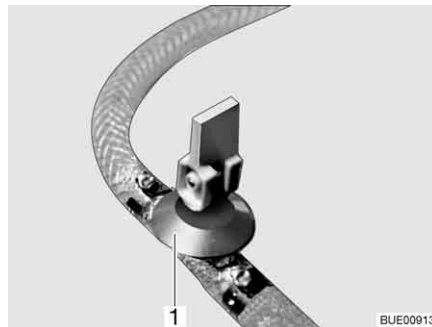
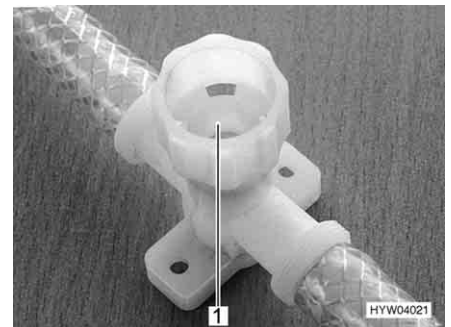

Bild 225 Avtappningskran (med vipparm)
Bild 226 Avtappningskran (med vred)
- Stäng alla avtappningskranar. Ställ för detta avtappningskranens vipparm (Bild 225,1) vågrätt eller vrid avtappningskranens kran (Bild 226,1) medurs.